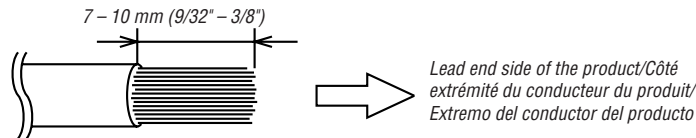

Fig. 7
2. Remove the insulation from the ends of the wire leads by about 7 – 10mm (9/32" – 3/8"). (Fig. 7)**Notes:**
2. Retirer l'isolation des bouts des fils de connexion de 7 – 10mm (9/32" – 3/8"). (Fig. 7)**Remarques:**
2. Quite aproximadamente 7 – 10mm de aislación de los extremos de los alambres. (Fig. 7)**Notas:**